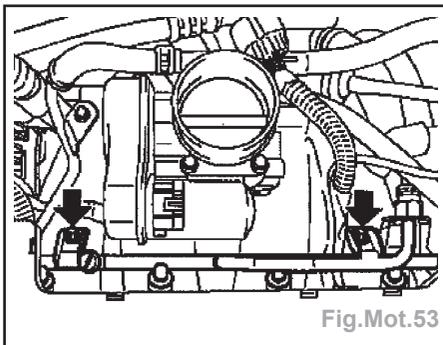
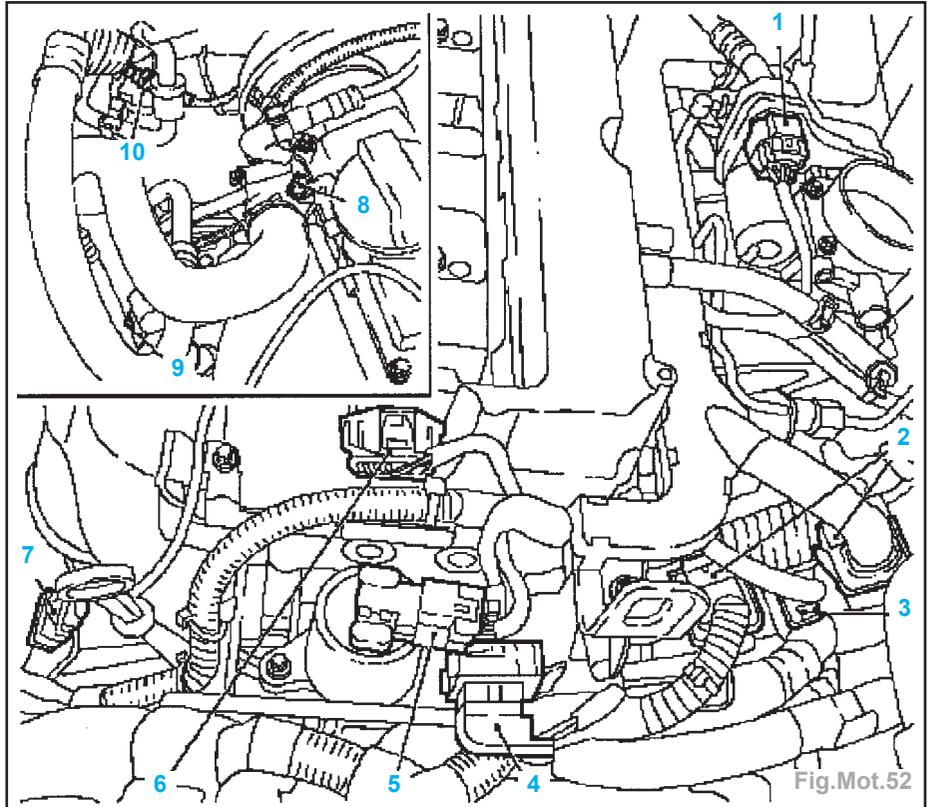
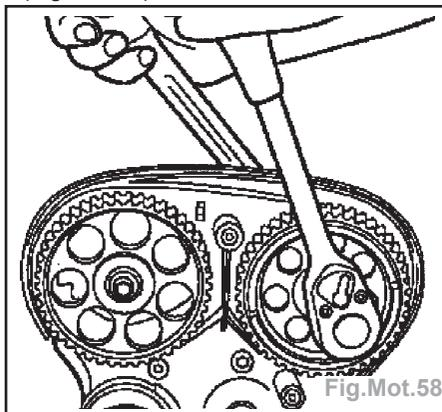

Fig.Mot.53
Fig.Mot.52
Fig.Mot.58
- Démontez le faisceau de câbles de gestion du moteur en haut (Fig.Mot.52) en débranchant :
- la fiche (9) du compresseur,
- la fiche (8) du capteur de la température du liquide de refroidissement,
- la fiche (10) du capteur de la pression de la climatisation,
- la fiche (1) du régulateur de papillon,
- les fiches (2) de l'appareil de commande du moteur,
- la fiche (3) du détecteur de cliquetis,
- la fiche (4) de la prise combinée,
- la fiche (5) de la soupape de retour de gaz d'échappement,
- la fiche (6) du module d'allumage,
- la fiche (7) de la sonde lambda de régulation de mélange.
- Déposer l'ensemble rampe de distribution de carburant/injecteurs (2 vis) (Fig.Mot.53).
- Démontez les pignons d'arbres à cames d'échappement et d'admission en maintenant les arbres à cames au six pans (Fig.Mot.58).